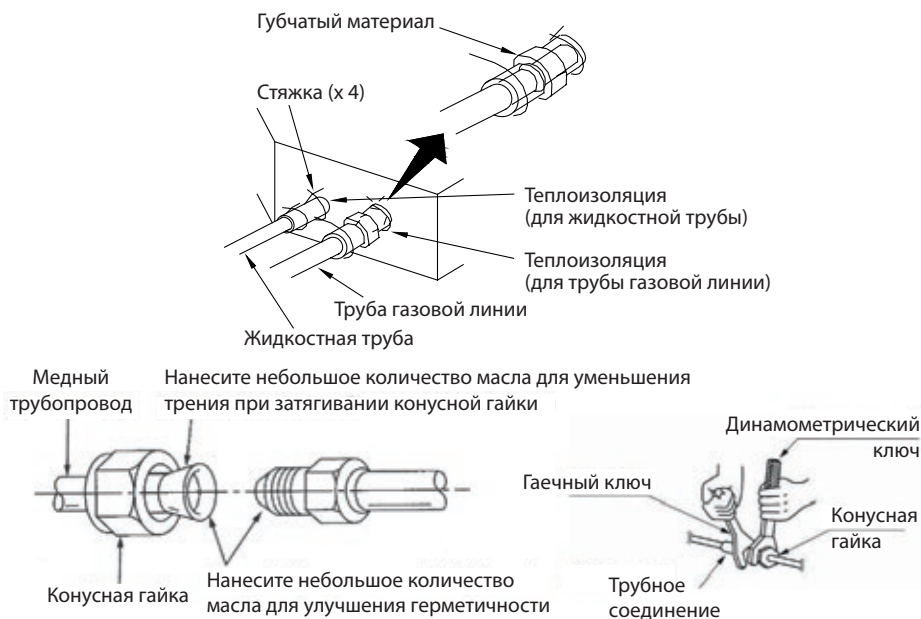

Рис. 8
3. При подсоединении трубопровода к блоку или отсоединении трубопровода от блока используйте гаечный ключ и динамометрический ключ (см. рис. 8).
5. Проверьте соединительный трубопровод на предмет утечек, затем наложите теплоизоляцию, как показано на Рис. 8.